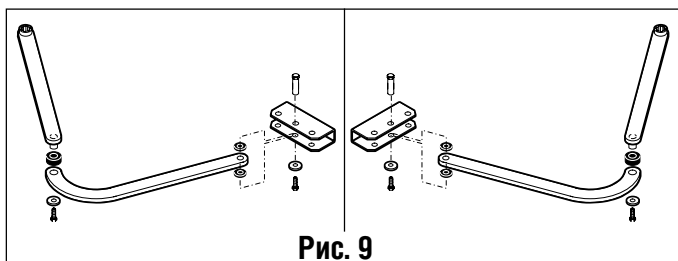

Рис. 9
9. Соберите рычаги и кронштейны крепления на створку как показано на рис.9.